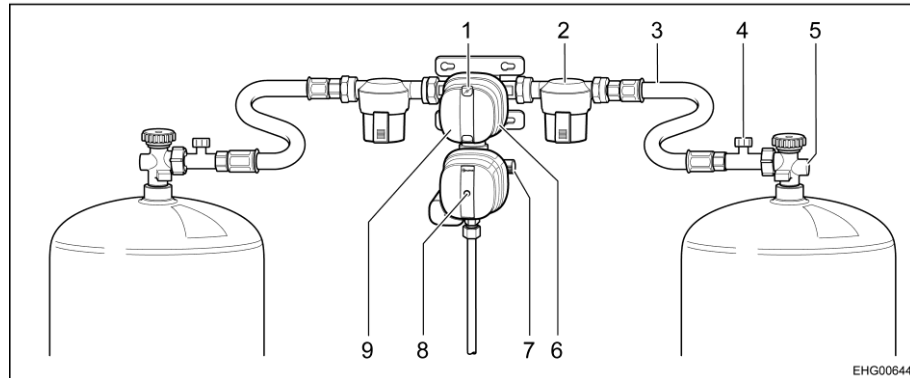

Bild 36 Gastyck-styrssystem DuoControl CS
DuoControl-styrssystemet består av en omkopplingsventil med crashsensor (Bild 36,9). DuoControl-styrssystemet är monterat mellan högtrycksslangarna (Bild 36,3) med slangbrottssäkring (Bild 36,4). Med vredet (Bild 36,6) på omkopplingsventilen ställer du in vilken gasflaska som ska användas som driftflaska och vilken som ska användas som reservflaska.
På statusindikatorn (Bild 36,1) visas gasförsörjningens status:
Drift med bara en gasflaska är tillåten. Den öppna anslutningen måste dock förslutas med ett skruvlock (Bild 36,7) i detta fall.
Crashsensorn stänger av gastillförseln vid kraftig vibration (t. ex. vid en krock). Crashsensorn aktiveras genom att trycka på den gula återställningsknappen (Bild 36,8).
Slangbrottssäkringen (Bild 36,4) stänger av gasflödet om den anslutna slangen går sönder.
Kontrollenhet Gastillförseln via DuoControl-styrsystemet slås på och av på kontrollenheten (Bild 37). Gasflaskornas huvudavstängningsventiler (Bild 36,5) och gasavstängningsventilerna på apparaterna måste öppnas för hand.
- Med vredet (Bild 36,6) på omkopplingsventilen väljs gasflaskan, som ska prioriteras (driftflaska). Vrid alltid vredet till stoppläget.
- Öppna huvudavstängningsventilerna (Bild 36,5) på gasflaskorna.
- Aktivera slangbrottssäkring (SBS) (Bild 36,4), genom att trycka på SBS ca. 5 sekunder. På statusindikatorn (Bild 36,1) visas den gröna markeringen.
- Stäng huvudavstängningsventilerna (Bild 36,5) på gasflaskorna.
Om den gröna kontrolllampan (Bild 37,6) slocknar under drift och den röda kontrolllampan (Bild 37,5) tänds är driftflaskan tom och måste bytas ut. På statusindikatorn (Bild 36,1) visas den röda markeringen. Gasförbrukarna försörjs med gas från reservflaskan.
- Vrid vredet (Bild 36,6) ett halvt varv i riktning mot den gasflaska som används för tillfället. Då blir denna gasflaska driftflaska och den tomma flaskan blir reservflaska. Markeringen på statusindikatorn (Bild 36,1) växlar från rött till grönt.
- Stäng huvudavstängningsventilen (Bild 36,5) på den tomma gasflaskan. Beakta pilriktningen.
- Aktivera slangbrottssäkring (SBS) (Bild 36,4), genom att trycka på SBS ca. 5 sekunder.